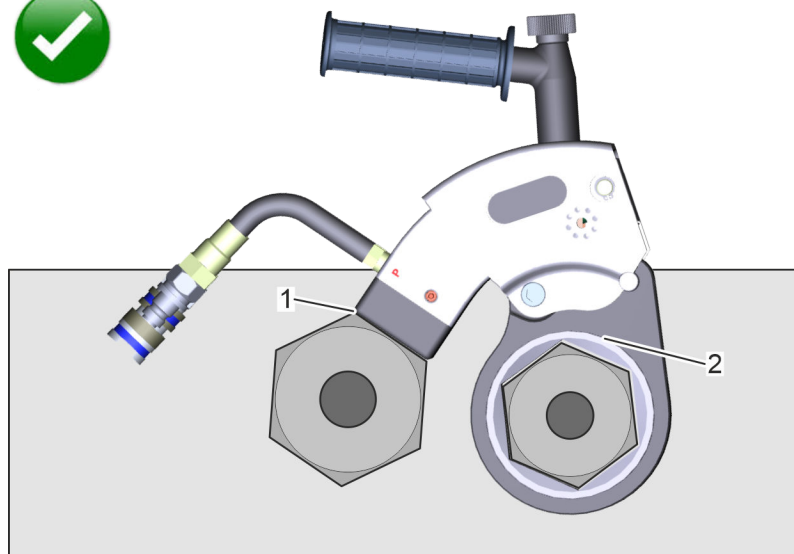

Fig. 18 : situation de stabilisation optimale
3. ➔ S'assurer que la plaque d'appui du bras de réaction repose complètement sur l'appui (Fig. 18 /1) et ne peut pas glisser.